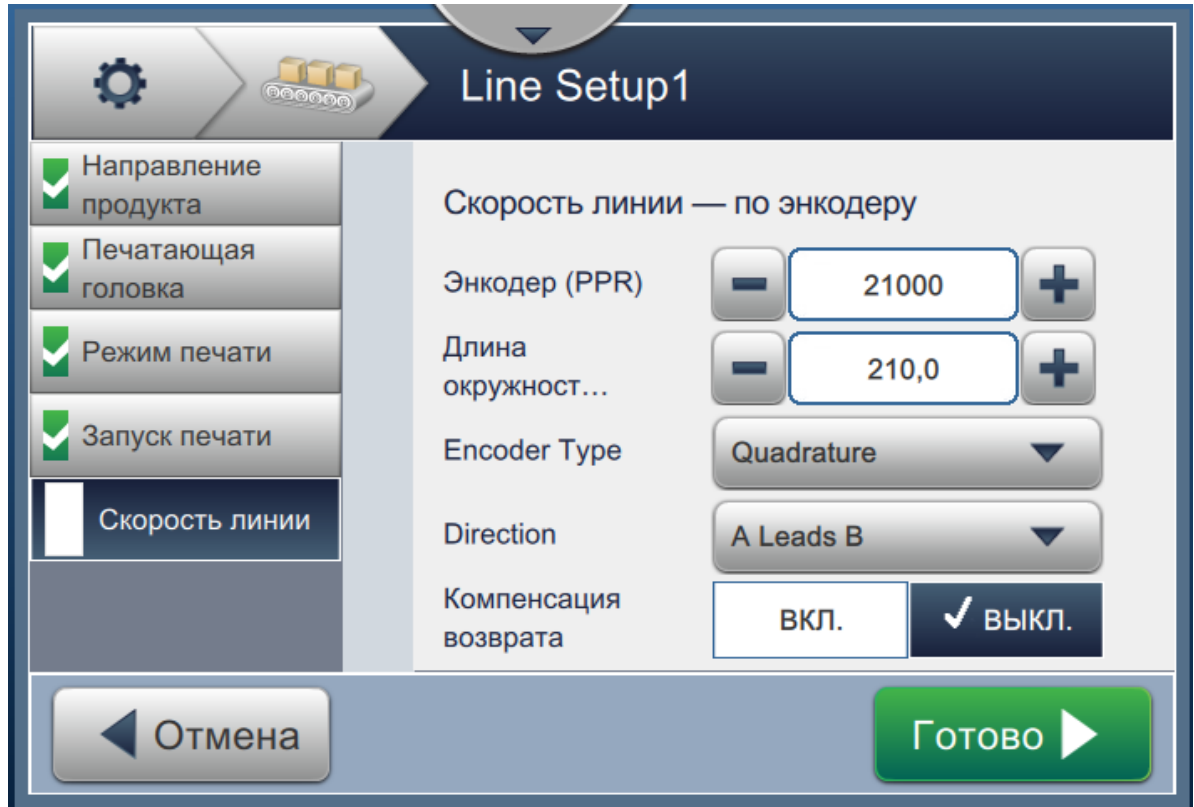

Рис. 6-35. Скорость линии — определяемая по энкодеру
2. Измените нужные настройки на экране «Параметры», как показано на Рис. 6-35.